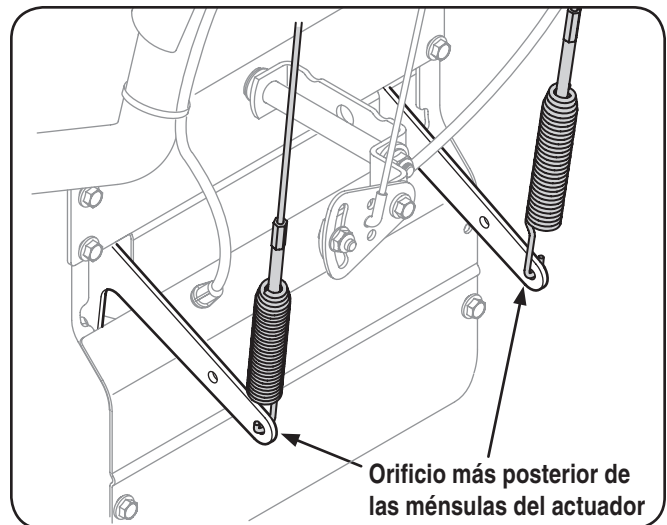

Figura 3-10
2. Mire debajo del panel de la manija para verifique que todos los cables (de dirección, de la barrena, de cambio y de transmisión) estén colocados correctamente y no estén apretados ni torcidos. Asegúrese de que los resortes del extremo inferior de la barrena y los cables de la transmisión estén enganchados firmemente en el respectivo soporte del accionador. Vea la Figura 3-10.
- Desde debajo de la manija, tire hacia abajo en el cable que corresponda y desenganche el resorte que se encuentra en el extremo del cable desde el soporte del accionador respectivo. Consulte las Figuras 3-9 y Figura 3-10.